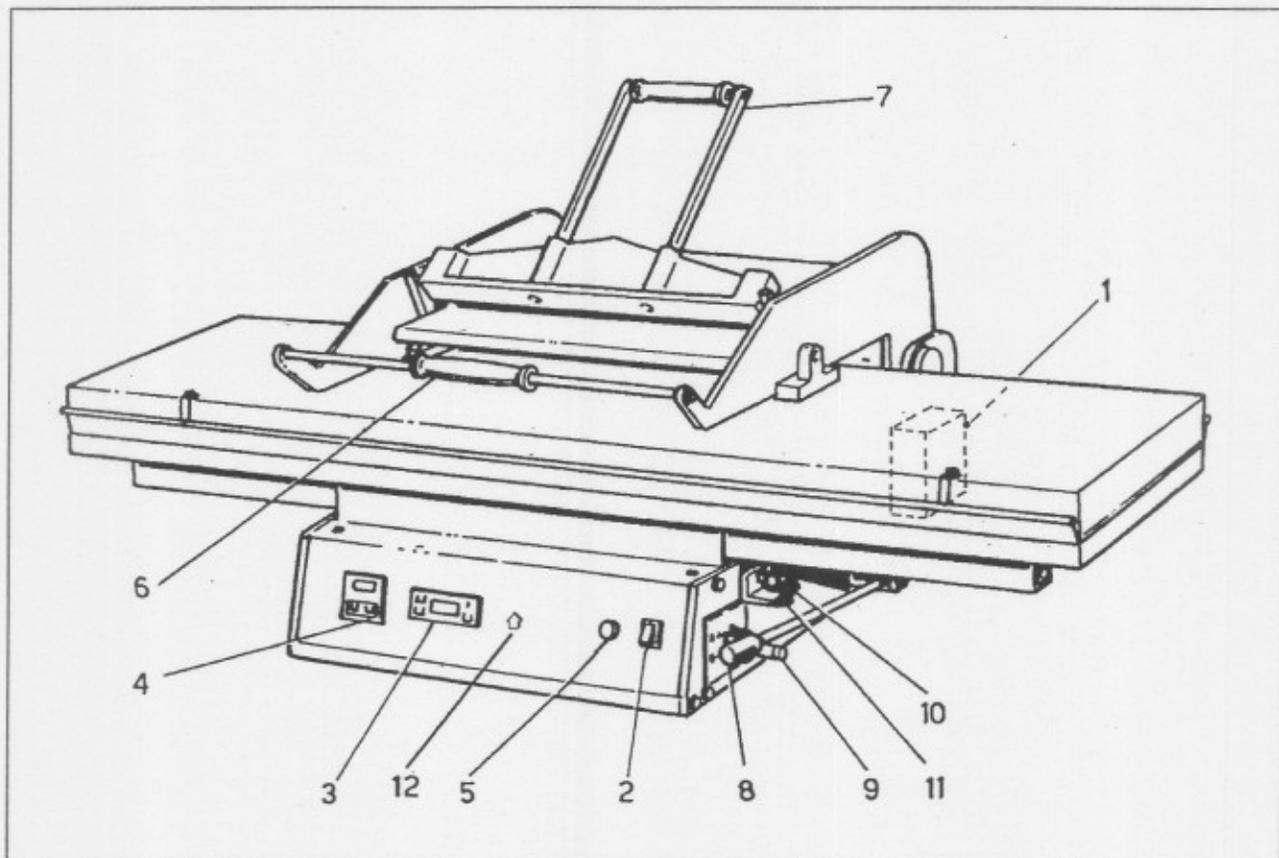

Fig. 3
- Fig. 3 Pos. 1 Interruttore generale
- Fig. 3 Pos. 2 Interruttore
- Fig. 3 Pos. 3 Termoregolatore
- Fig. 3 Pos. 4 Temporizzatore
- Fig. 3 Pos. 5 Fusibile
- Fig. 3 Pos. 6 Maniglia chiusura/apertura
- Fig. 3 Pos. 7 Maniglia pressione
- Fig. 3 Pos. 8 Leva apertura
- Fig. 3 Pos. 9 Regolatore di pressione
- Fig. 3 Pos. 10 Ghiera regolazione pressione
- Fig. 3 Pos. 11 Ghiera di fissaggio
- Fig. 3 Pos. 12 Lampadina
- Bild 3 Set. 1 General switch
- Bild 3 Set. 2 Switch
- Bild 3 Set. 3 Thermoregulator
- Bild 3 Set. 4 Timer
- Bild 3 Set. 5 Fuse
- Bild 3 Set. 6 Press closing/opening handle
- Bild 3 Set. 7 Pressure handle
- Bild 3 Set. 8 Press opening lever
- Bild 3 Set. 9 Pressure adjustment handwheels
- Bild 3 Set. 10 Pressure setting ring nut
- Bild 3 Set. 11 Locking ring
- Bild 3 Set. 12 Signalling indicator
- Fig. 3 Pos. 1 Interrupteur general
- Fig. 3 Pos. 2 Interrupteur
- Fig. 3 Pos. 3 Thermorégulateur
- Fig. 3 Pos. 4 Temporisateur
- Fig. 3 Pos. 5 Fusible
- Fig. 3 Pos. 6 Poignée ouverture/fermeture presse